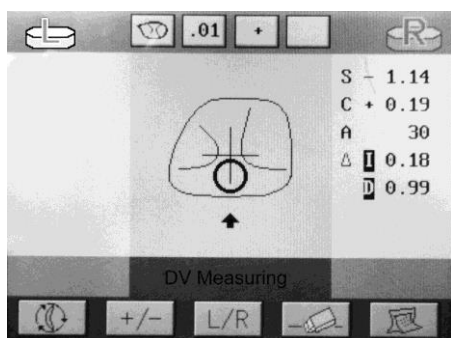

рис.27
- 1) Нажмите  для выбора правой или левой линзы. (рис.27)